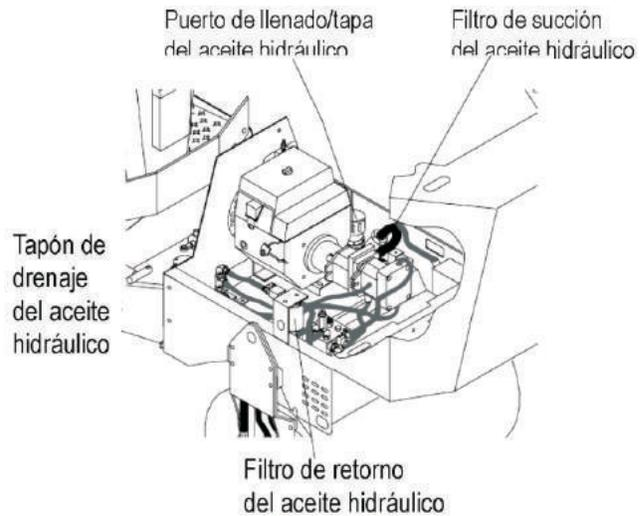

Figura 26. Localización de Filtros hidráulicos
El **filtro de succión** (Figura 26) está localizado dentro del tanque hidráulico. Este filtro está adjunto al accesorio conectado a la manguera de la bomba de succión hidráulica.
El **filtro de retorno** (Figura 26) está localizado al frente del compartimiento del motor. Reemplace ambos filtros de acuerdo con la Tabla 5.
2. Remueva el **tapón de drenaje del aceite hidráulico** (Figura 26) y drene el aceite hidráulico. Deseche el aceite usado de forma adecuada y ecológica. Reemplace el tapón de drenaje y apriete.